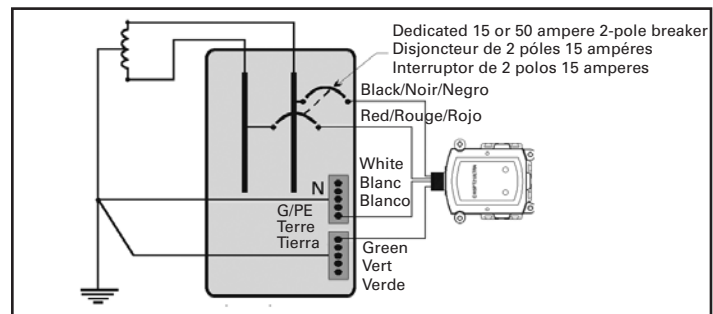

Figure 6. Wiring the CHSPT2SURGE/ULTRA/Câblage du CHSPT2SURGE/ULTRA/Conexión del CHSPT2SURGE/ULTRA
- Check that all connections are correct (refer to wiring diagram **Figure 6**).
- Vérifiez tous les branchements (consultez le diagramme électrique de la **Figure 6**).